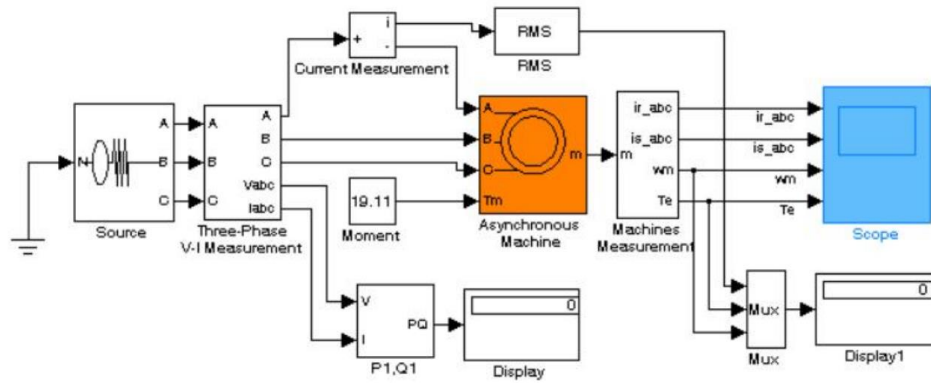

Рис.1
2. На модели, показанной на рис. 1, с учетом варианта задания указанного в табл. 1 необходимо снять механические и рабочие характеристики АД в двигательном режиме при изменении момента нагрузки от 0 до $1,5M_n$.